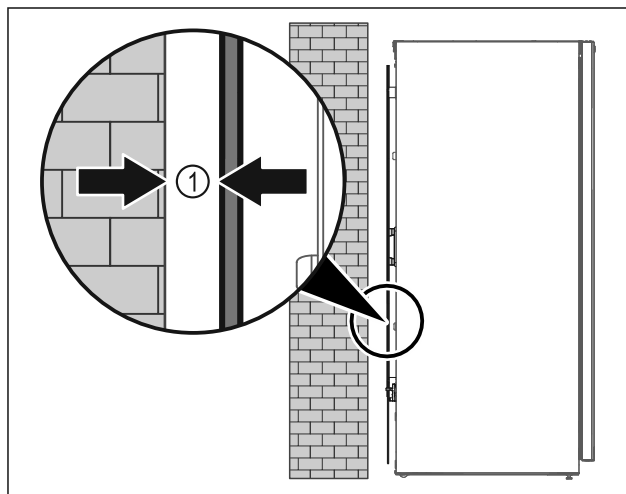

Fig. 6
- ▶ Zariadenie inštalujte voľne v priestore alebo priamo na stenu v minimálnej vzdialenosti 5 mm Fig. 6 [1].